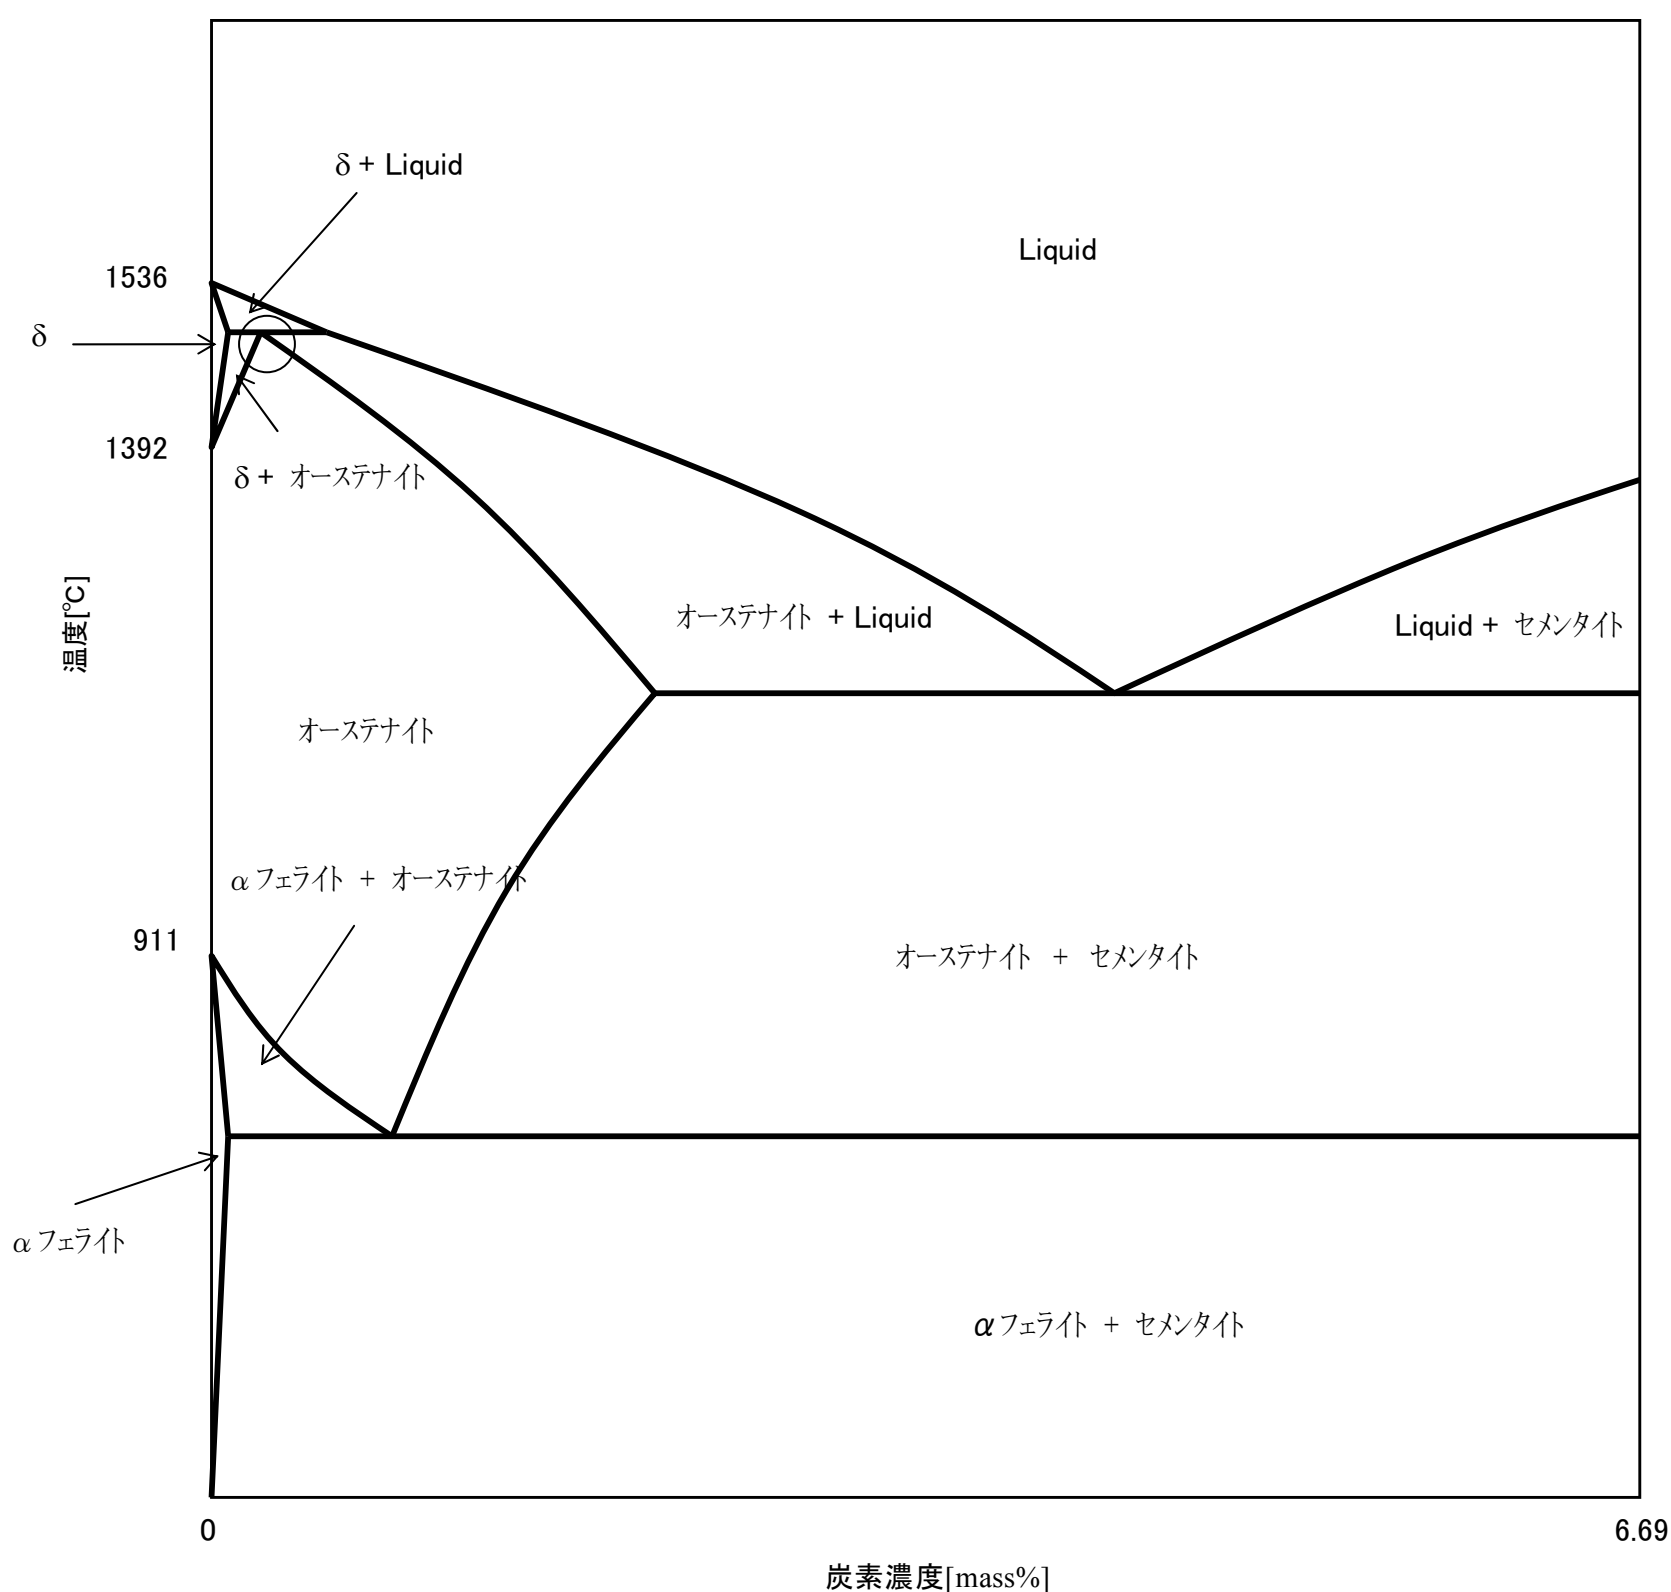
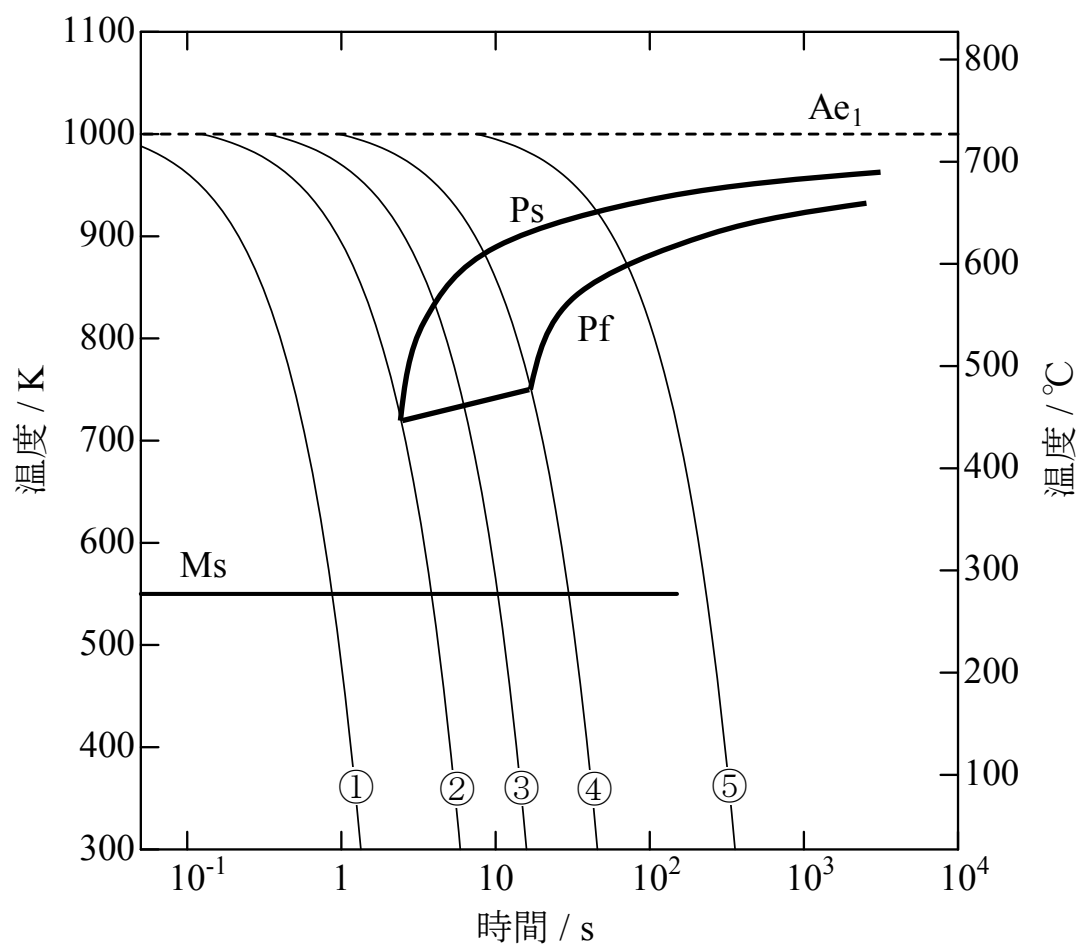
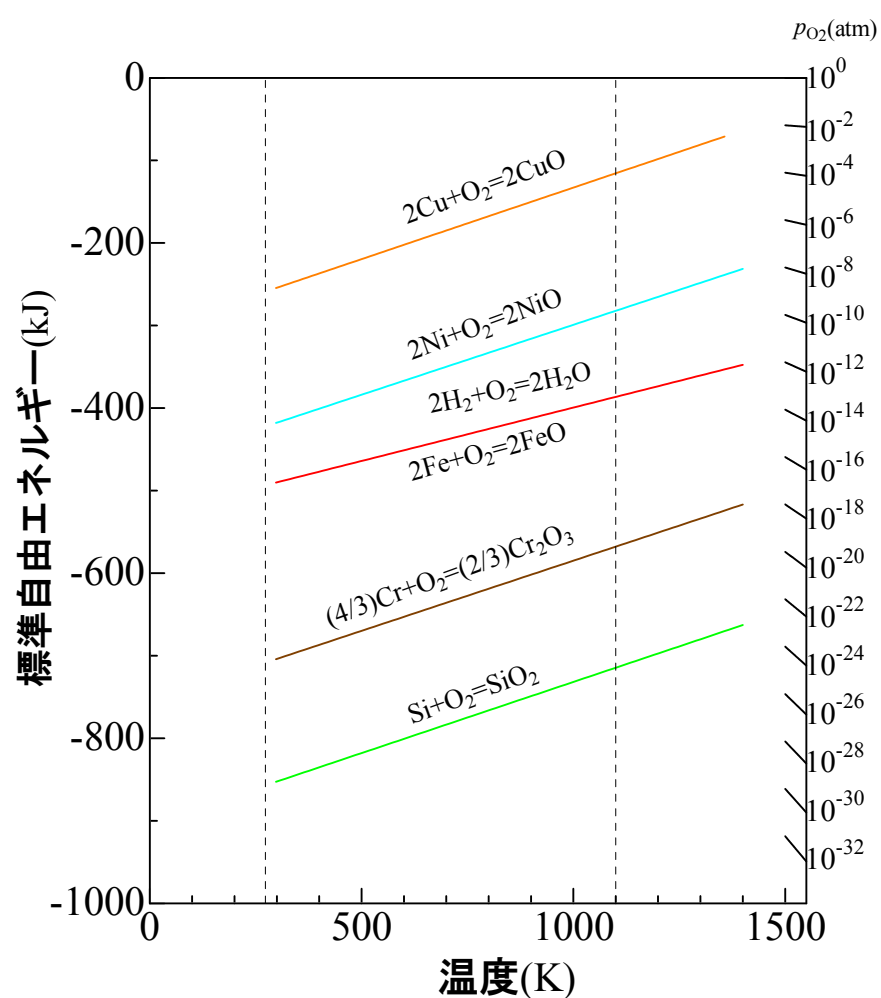

図 2-1 Fe-Fe₃C 準安定系状態図
図 2-2 共析鋼の連続冷却変態線図 (CCT 線図)
図 2-3 いくつかの元素の酸化反応の標準自由エネルギー (ΔG°) - 温度 (T) 図 (エリンガム図)
問題2 図 2-1 は Fe-Fe₃C 準安定系状態図を示したものである。また、図 2-2 は共析鋼の連続冷却変態線図(CCT 線図)である。さらに、図 2-3 はいくつかの元素の酸化反応の標準自由エネルギー(ΔG°) - 温度(T)図(エリンガム図)である。なお、図 2-3 の右端、縦方向に並んだ短いラインは、気体定数を $R [J K^{-1} mol^{-1}]$ 、温度を $T [K]$ 、酸素分圧を $p_{O_2} [atm]$ とした時、 $p_{O_2} [atm]$ の値を決めることでこのエリンガム図上、直線となる $RT \ln p_{O_2}$ の $T=1500 \sim 1550 K$ の部分であり、書き添えた値はその時の $p_{O_2} [atm]$ の値である。これらを参照しながら、次の問い(1)から(10)について、答えを解答欄に記入しなさい。
- (1) 図 2-1 によれば、オーステナイト状態の共析組成の鋼を室温まで緩冷した場合、フェライトとセメンタイトの 2 相共存状態の組織となることがわかるが、その場合のセメンタイト相中の炭素濃度はいくらになるか答えなさい。
- (2) 図 2-1 を参照し、オーステナイト状態の共析組成の鋼を室温まで緩冷した場合のフェライトとセメンタイトの 2 相の質量比率を計算し、整数比で答えなさい。ただし、共析組成の鋼の炭素濃度を 0.8mass%、室温におけるフェライト中の固溶炭素濃度をゼロとみなして計算しなさい。
- (3) 図 2-1 の丸印で示した部分では冷却過程で包晶反応と呼ばれる反応が起こることが読み取れる。この包晶反応とはどのような反応か説明しなさい。
- (4) 図 2-2 の名称である CCT 線図の「CCT」を略さずに英語で記述しなさい。
- (5) 図 2-2 に示した 5 本の冷却曲線①から⑤のうち、この鋼のマルテンサイト単相組織を得るための最小冷却速度を示す曲線はどれか、番号で答えなさい。
- (6) 図 2-2 の冷却曲線③に従って室温まで冷却した場合、この鋼はどのような組織となるか答えなさい。
- (7) (5) で解答した冷却速度よりも緩慢な冷却でマルテンサイト相単相組織とするための材料に対する金属学的な処理の一例を示しなさい。
- (8) 図 2-3 に示された酸化物の中で温度 1100K において熱力学的に最も安定な酸化物はどれか、酸化物の化学式で答えなさい。
- (9) 1100K においてある雰囲気中で $2\text{Fe}+\text{O}_2=2\text{FeO}$ の反応が平衡している場合、その雰囲気中の酸素分圧はおおよそ① 1×10^{-17} [atm]、② 1×10^{-19} [atm]、③ 1×10^{-21} [atm]のいずれであるか、図 2-3 を参照して答えなさい。
- (10) ある温度での反応 $\text{Si}+\text{O}_2=\text{SiO}_2$ のエンタルピー ΔH° を -900 [kJ]、反応 $2\text{Cu}+\text{O}_2=2\text{CuO}$ のエンタルピー ΔH° を -300 [kJ]としたとき、同じ温度における反応 $\text{Si}+2\text{CuO}=\text{SiO}_2+2\text{Cu}$ のエンタルピー ΔH° をヘスの法則を用いて計算しなさい。